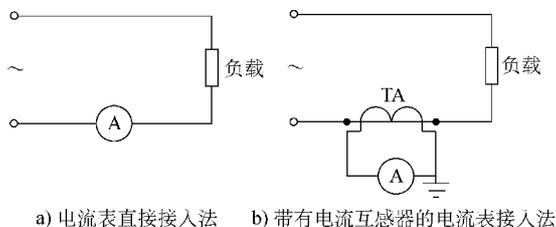

图 2-4 交流电流的测量
2) 交流电流的测量：测量交流电流时，电流表的接法如图 2-4 所示。